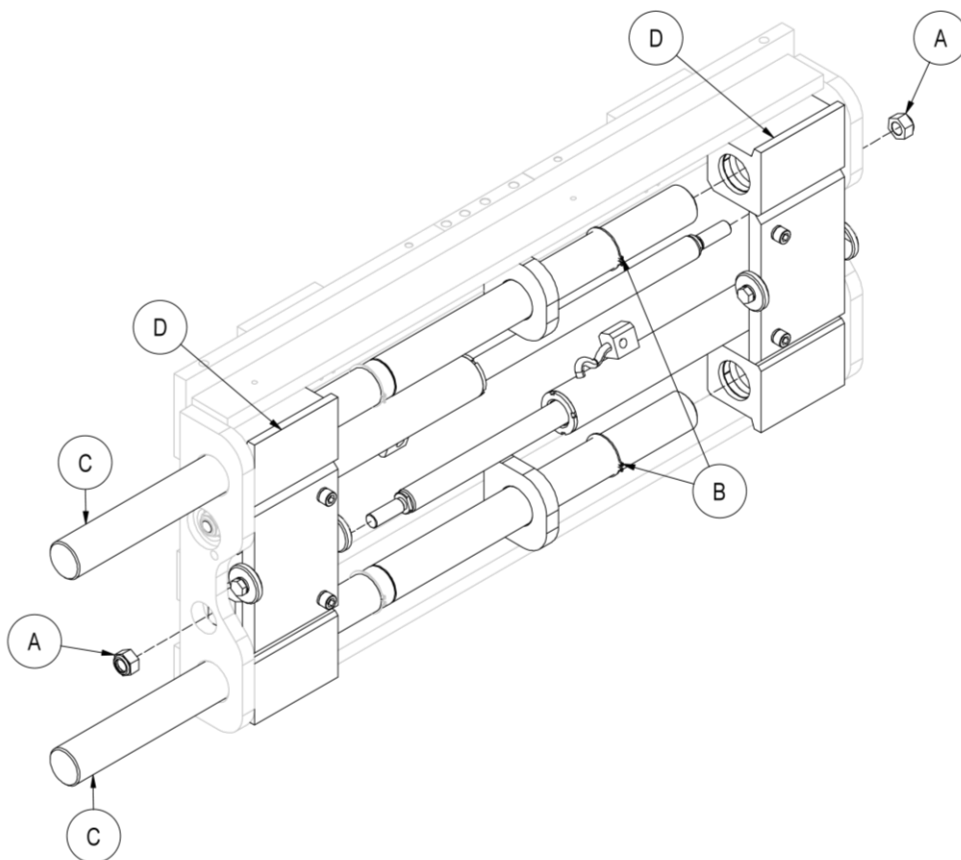

Figura 20
7. Fare riferimento alla *Figura 20*.